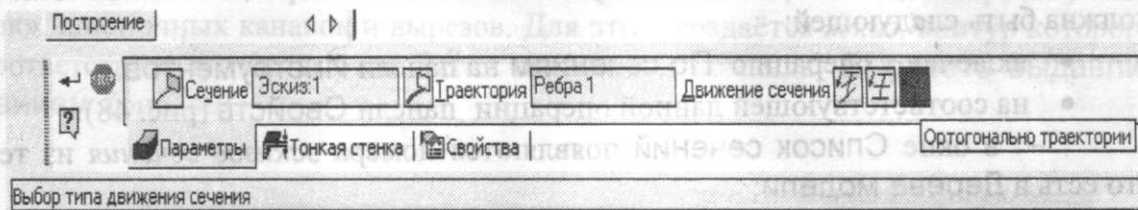

Рис. 46. Панель Свойств операции Кинематическая
- на панели Свойств, соответствующей данной операции (рис. 46):
– в окне **Движение сечения** – указывают *способ*, выбирая один из трёх: **Сохранение угла наклона**, **Параллельно самому себе**, **Ортогонально траектории** (см. рис. 46).